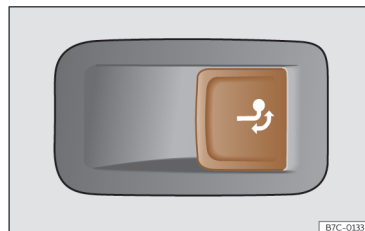

Fig. 173 Sur le côté droit du coffre à bagages : touche pour déverrouiller le crochet d'attelage.
- Tirez la touche >>> **fig. 173** brièvement. Le crochet d'attelage se déverrouille électriquement et tourne automatiquement vers l'extérieur. Le témoin de la touche clignote.
- Tirez la touche >>> **fig. 173** brièvement. Le crochet d'attelage se déverrouille électriquement.
- N'appuyez jamais sur la touche >>> **fig. 173** lorsqu'une remorque est accrochée ou qu'un porte-bagages ou d'autres accessoires sont montés sur l'attelage.